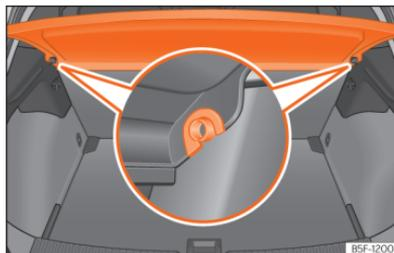

Abb. 176 Im Gepäckraum:
- Ziehen Sie die Gepäckraumabdeckung nach oben aus den seitlichen Halterungen >>> **(Abb. 176)** heraus.
- Führen Sie die Gepäckraumabdeckung horizontal ein, so dass das „Hufeisen“ über der Aufnahmeachse >>> **(Abb. 176)** liegt, und drücken Sie die Abdeckung nach unten, bis sie einrastet.